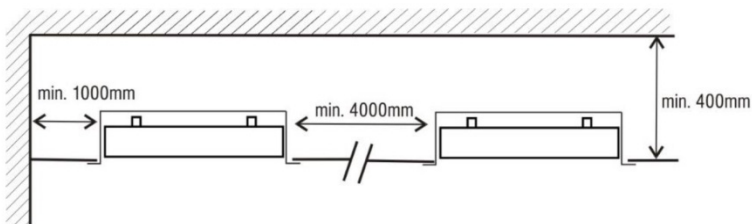

Fig. 1
5. Coloque las partes No. 1 (Fig.1) en las aberturas laterales en el panel (más lejos del bloque de terminales) y fíjelas con tornillos.